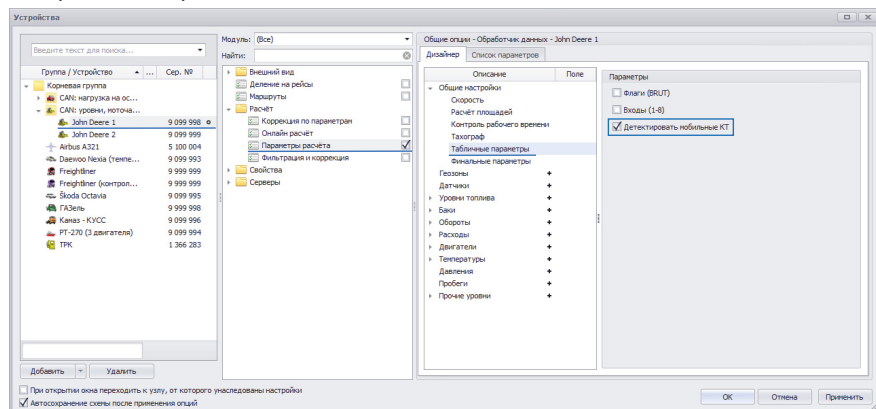

Рис.232. Настройка детекции мобильных КТ.
- на вкладке «Дизайнер» выбрать Табличные параметры в группе Общие настройки и включить опцию «Детектировать мобильные КТ» (**Рис.232**);